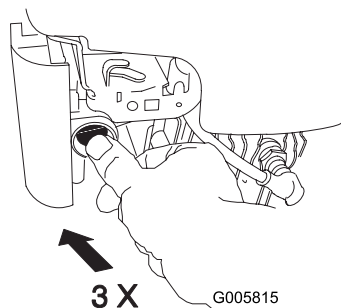

Figura 14
1. Apriete el cebador 3 veces con el dedo pulgar, presionando con fuerza, y manteniendo la presión durante un segundo antes de soltarlo (Figura 14).